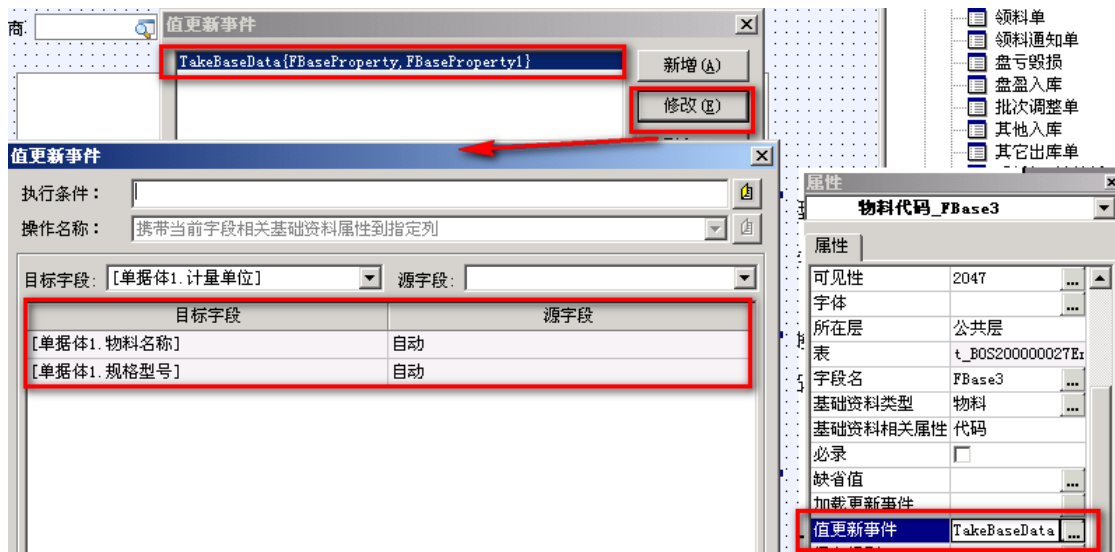

图 14
1) 值更新事件：本字段的值发生改变，并且光标从本字段离开时会发生的事件，若要求物料代码改变时，物料名称、规格型号、计量单位等都随之改变，则需要设置物料代码的值更新事件（如图 14）。